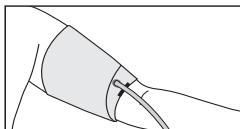

Рис.11
6. Если рука полная и имеет выраженную конусность, то рекомендуется надевать манжету по спирали, как показано на рисунке (рис.11).